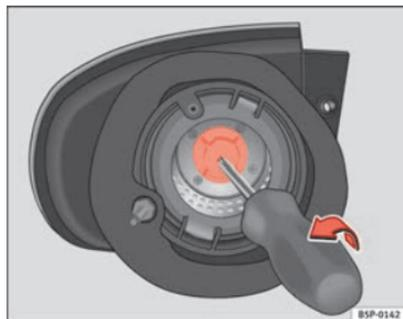

Fig. 193 Luz indicadora de mudança de direcção.
- Retire o porta-lâmpadas do indicador de mudança de direcção com a ajuda de uma chave de parafusos no sentido da seta ⇒ Fig. 193.